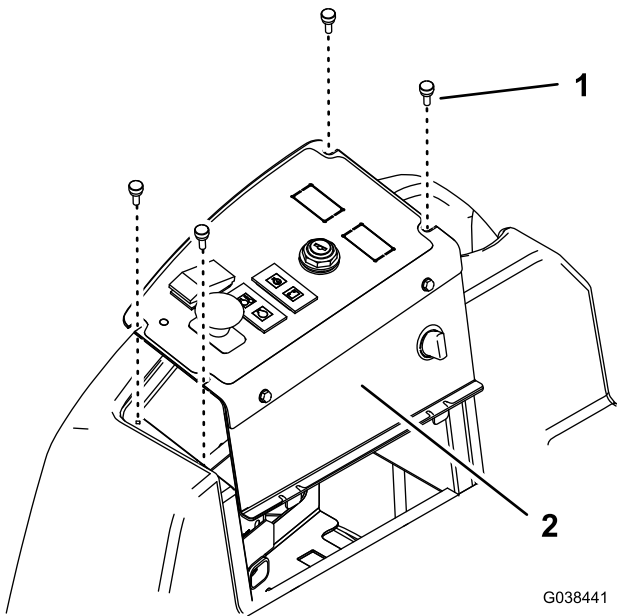

Figura 10
1. En los modelos Groundsmaster 3280 y 3320, retire los 4 tornillos de mariposa que fijan el panel de control y deje a un lado el panel de control (Figura 10).